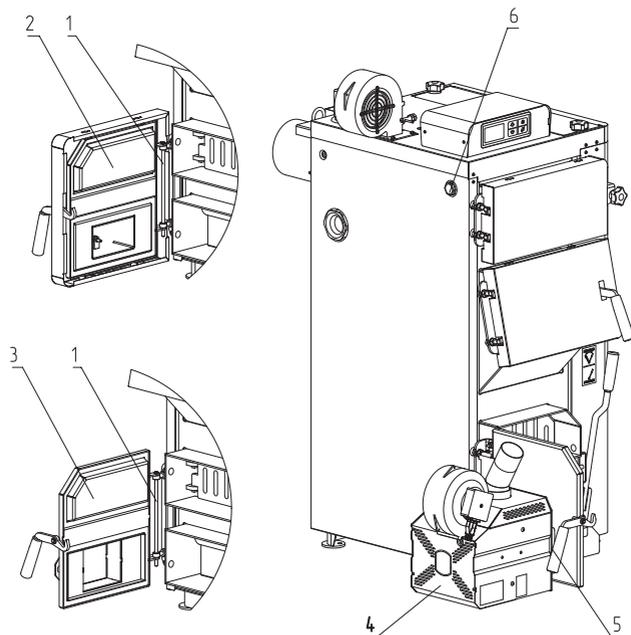

Рис.14 Порядок установки горелки ZOTA «FOX» на твердотопливные котлы ZOTA Magna 15, 20, 26, 35, 45, 60
- Извлеките ось (Рис.14, поз.1);
- Снимите дверцу зольную (Рис.14, поз.2);
- Установите адаптер горелки (Рис.14, поз.3);
- Зафиксируйте его осью (Рис.14, поз.1);
- Установите горелку (Рис.14, поз.4) на котел;
- Зафиксируйте ее гайками (Рис.14, поз.5);
- Для установки гильзы под датчики температуры и перегрева снимите пробку или тягорегулятор (если установлен) и установите гильзу (Рис.14, поз.6) в освободившееся отверстие.